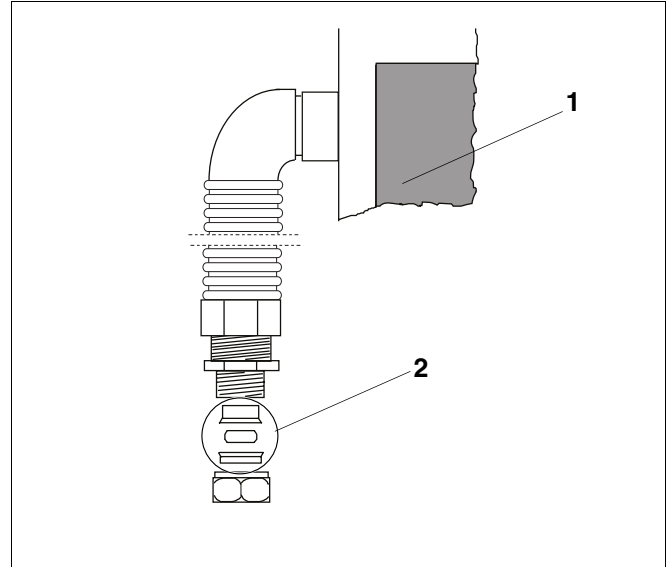

Abb. 5 Klemmringsätze entfernen
- Ersetzen Sie die Klemmringsätze gemäß der Grafik durch die Klemmringsätze 18 mm × 15 mm (Abb. 5, **Pos. 2**).